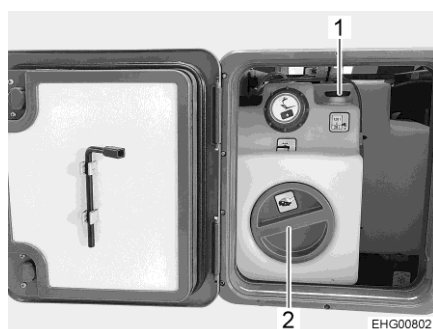

Fig. 206 Réservoir d'eau avec poignée tournante
- Enlever le couvercle de fermeture (Fig. 206,2) du réservoir d'eau.